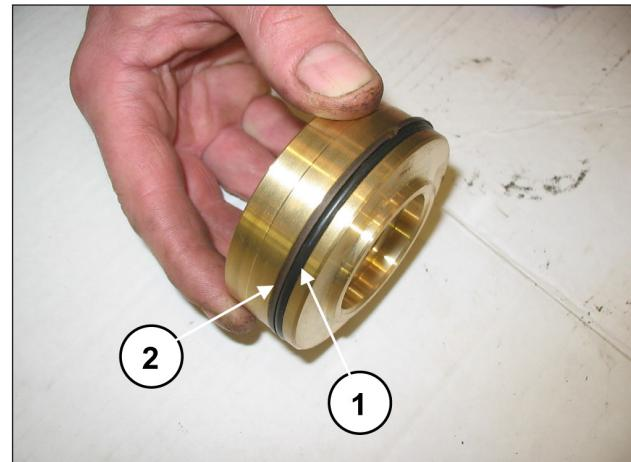

Рис. 131
Установите уплотнительное кольцо, поз. №17 на деталировочном чертеже (поз. ①, Рис. 131), и антиэксрузионное кольцо, поз. №21 на деталировочном чертеже (поз. ②, Рис. 131), в пробку нагнетательного клапана.